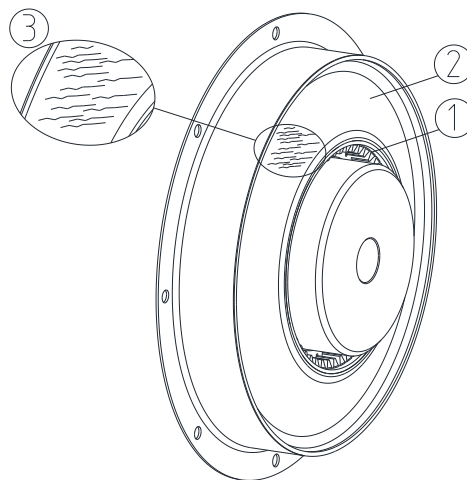

Bild 10: Sichtprüfung
- Die Haftung ① vom Elastomer zum Innen- und Außenteil (Metall und Kunststoff) überprüfen.
- Das Elastomerteil an den in Bild 10 mit ④ gekennzeichnetem Bereich auf Risse prüfen. Sollte die Tiefe der Risse in dem mit ④ gekennzeichneten Bereich die Grenze von 3,0 mm und mehr erreichen, muss das Elastomerteil ausgetauscht werden.